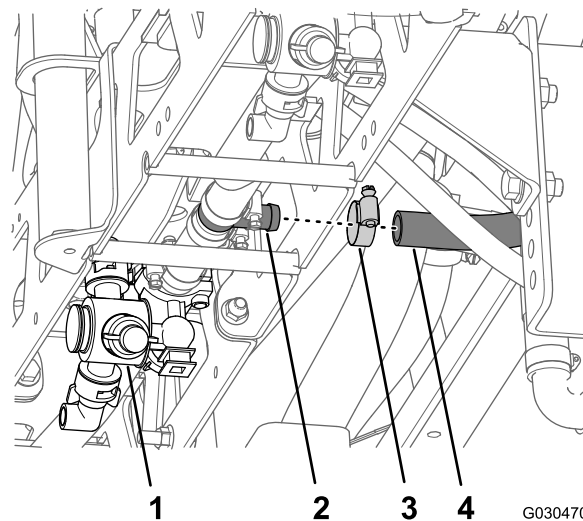

図 62
4. 中央の散布ノズルの近くにあるバーブ付き字フィッティングから、ホースクランプとブームホースを取り外す 図 62。